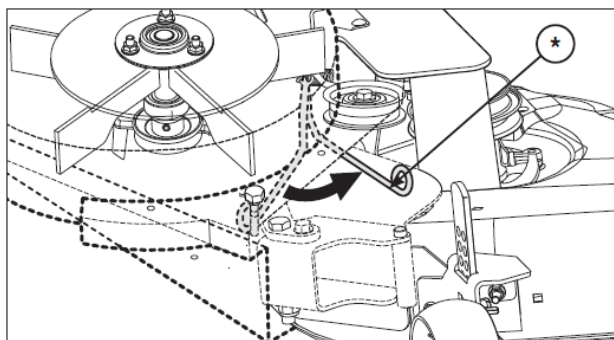

図 35
4. ベルトテンションレバー (図 35 の*) を排出口側から引っ張り、ベルトの張りを緩めてください。